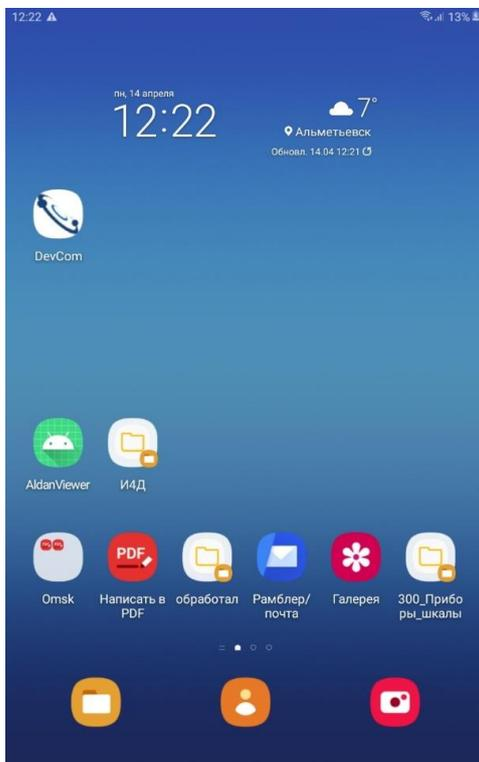

Рис. 5-1. Рабочий стол HART-коммуникатора (иконка «DevCom»)
2. Включить ПО DevCom Smart Device Communicator нажав на соответствующую иконку на рабочем столе HART-коммуникатора (см. Рис.5-1).